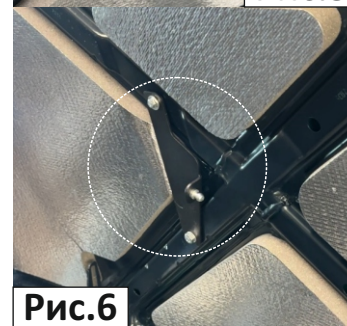

Рис.6
6. Аккуратно затянуть болты крепления кронштейна 1 (Проверить правильность установки кронштейна). (Рис.6).